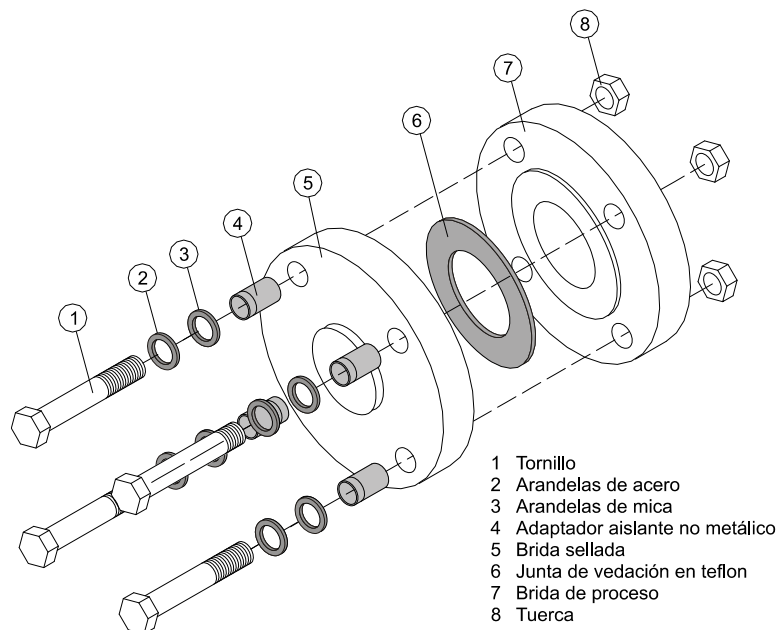

Figura 5.5 – Esquema de Montaje del Kit Aislador
La figura 5.5 muestra las siguientes partes del Kit Aislante Smar: Junta o empaquetadura de Teflón (6), Junta Aislante para Tornillos (4), Juntas de mica (3) y Juntas de Acero (2).
Ver Figura 5.5.